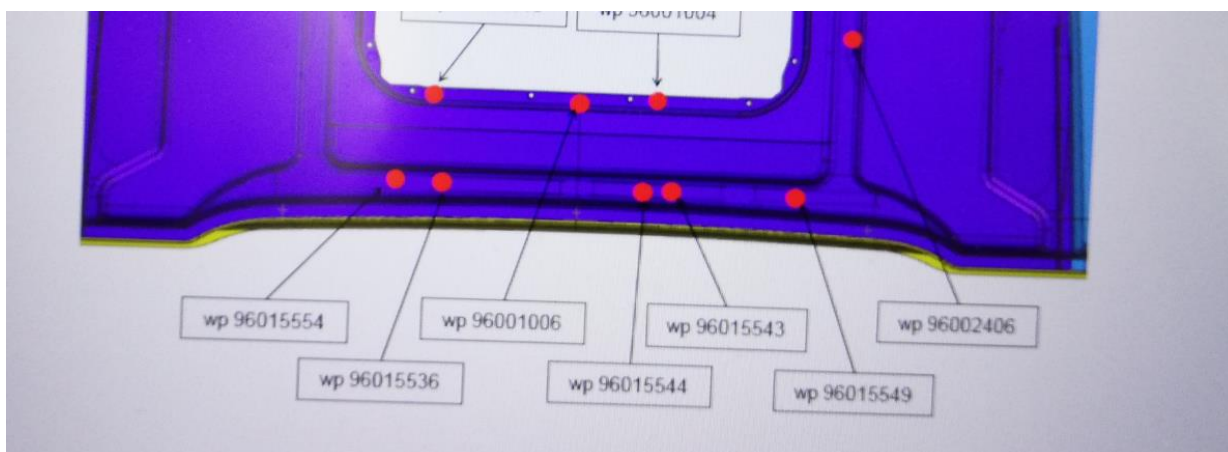

Рисунок 1 – Пример отрывка с технологической карты
- Названия точек в позиции сварки должны совпадать с названиями точек в технологической карте (рисунок 1).